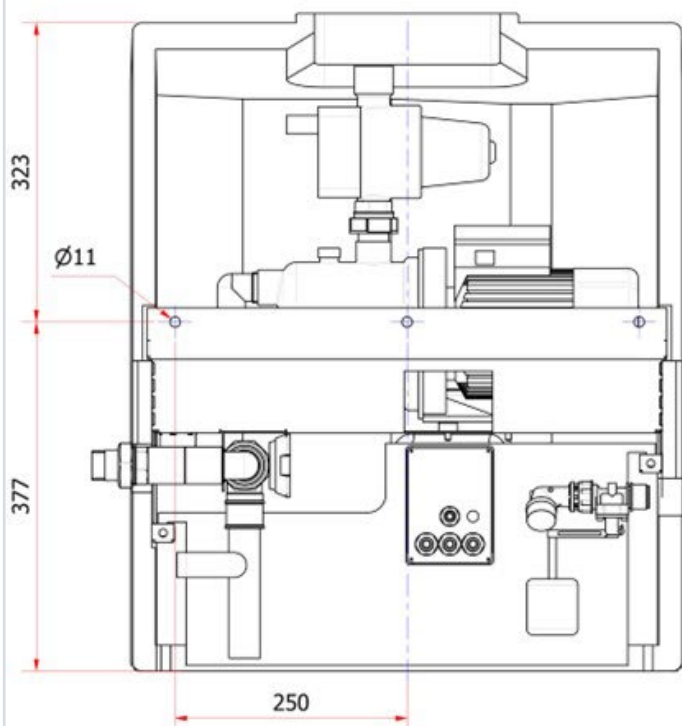

Abbildung 3: Anschlussmaße
- ▶ Um den Wandhalter schallentkoppelt zu montieren, die 3 Gummitüllen in die Bohrungen des Wandhalters stecken, dicke Seite der Gummitülle Richtung Hauswand (siehe Abbildung 3: Wandmontage Bild links).
- ▶ Wandhalterung mit den Gummitüllen mittels Schrauben und Unterlegscheiben sicher befestigen (siehe Abbildung 3: Wandmontage Bild links). Darauf achten, dass
- ▶ Die zwei beiliegenden Gummi-Abstandshalter (M6 x 15 mm) in die Gewindelöcher auf der unteren Rückseite vom Regenmanager® einschrauben (siehe Abbildung 3: Wandmontage Bild rechts).